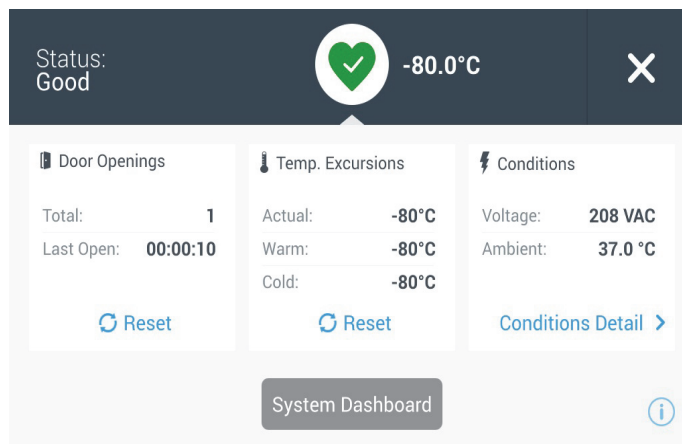

图 63. 健康状态屏幕
- 选择图 63 中的“系统仪表盘”按钮可显示安装于板上的传感器示数。